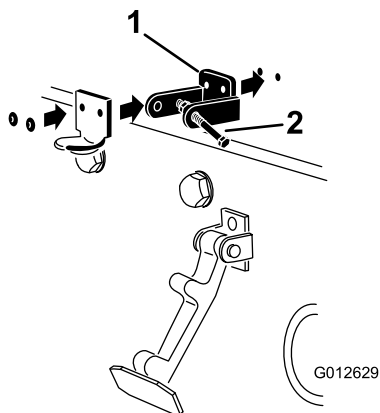

Bild 6
6. Nieten Sie die Halterungen und Scheiben an die Haube (Bild 6).